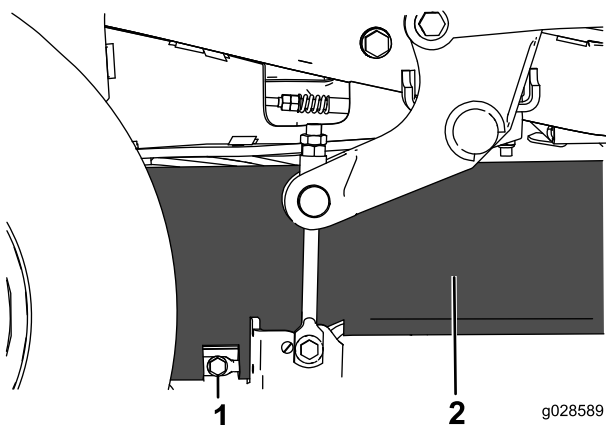

Bild 2
1. Lösen und entfernen Sie die untere Schraube der Mähwerkabdeckung, um die Abdeckung abzunehmen (Bild 2). Bewahren Sie die Schraube auf.